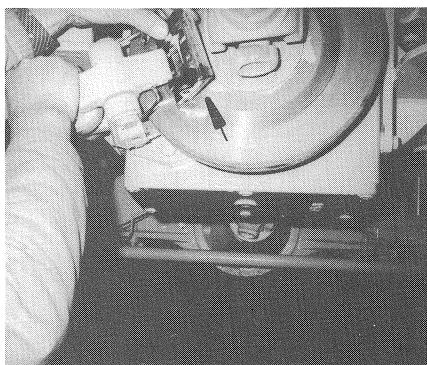

Bild 55
- (3) Bremsklotz nach oben herausziehen (Bild 55/Pfeil).
(3) Draw out brake pad to the top (Fig. 55/arrow).
(3) Retirer la plaquette de frein vers le haut (fig. 55/flèche).